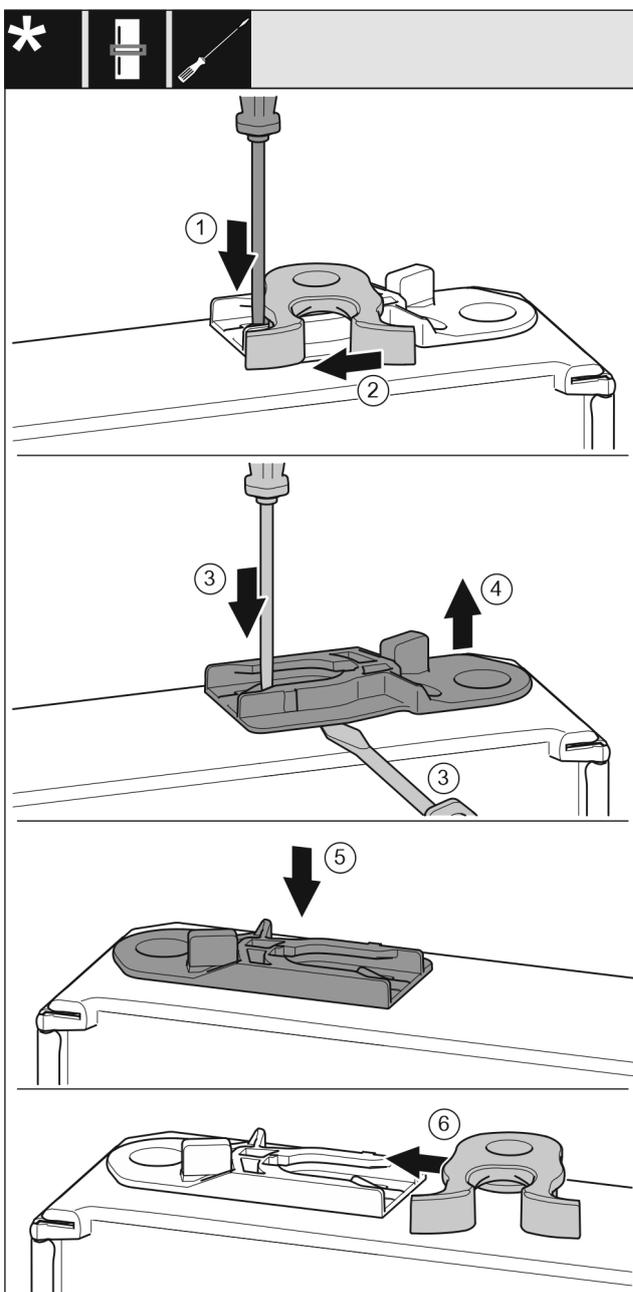

Fig. 28\*
- ▶ Apăsați în jos eclisa cu șurubelnița plată.\* Fig. 28 (1)
- ▶ Trageți cârligul de închidere din ghidaj.\* Fig. 28 (2)
- ▶ Scoateți bucșa de ghidare: Apăsați eclisa cu șurubelnița plată și deplasați concomitent cu șurubelnița plată sub bucșa de ghidare.\* Fig. 28 (3, 4)
- ▶ Împingeți bucșa de ghidaj atașată în pachetul de livrare pe altă parte a carcsei.\* Fig. 28 (5)
- ▶ Împingeți cârligul de închidere în ghidaj.\* Fig. 28 (6)